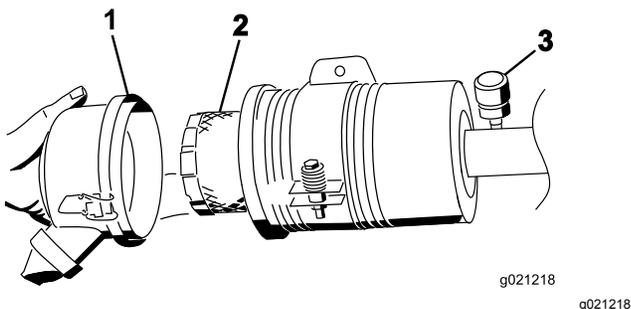

Bild 84
- Nehmen Sie den Filter heraus und wechseln Sie ihn (Bild 84).